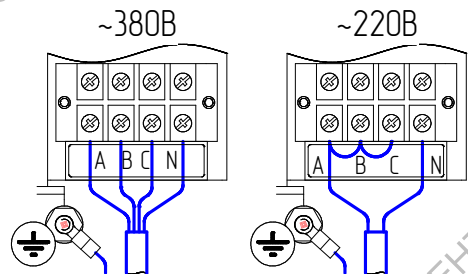

Рис.4 Схема подключения к сети
*Выполняется согласно п.6.5 и схемы подключения к однофазной сети рис.4.
Для подключения ЭВГМ-4,8...9 к однофазной сети (Рис.4) необходимо выводы трех фаз на клеммной колодке объединить перемычкой (сечением не менее фазного провода) и соединить с фазным проводом сети. Сечение жил фазных и нулевых питающих проводов, должно быть не менее указанных в таблице 2.
- Подключить водонагреватель к электросети 380В, 50Гц (Рис.4), для чего вводной кабель пропустить через кабельный ввод, закрепить, затянув накидную гайку кабельного ввода. Фазные провода и нулевой провод следует подключить в соответствии с маркировкой на клеммную колодку.